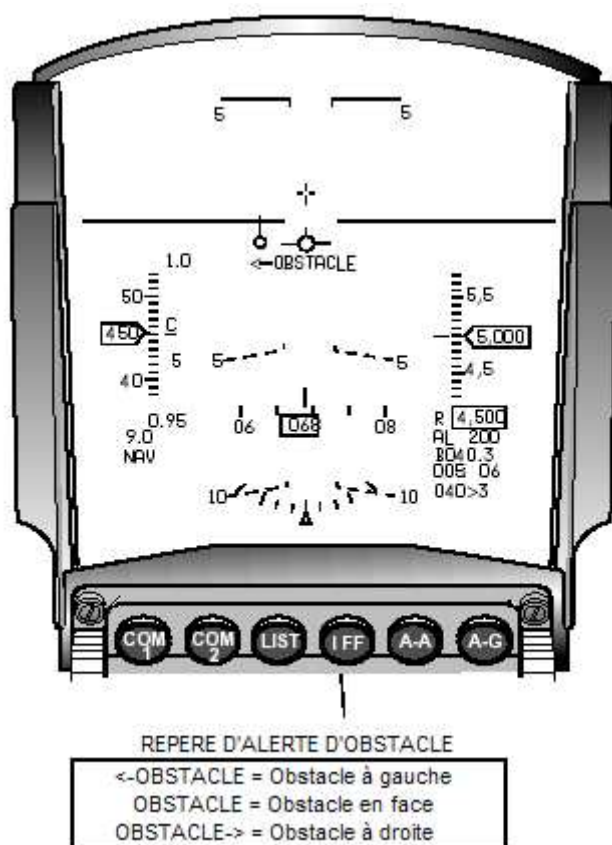

Figure 2-39 Alerte d'obstacle sur le HUD
**Conseils et alertes OW/C :** Quand la trajectoire de l'avion approche d'un obstacle à l'altitude ou en-dessous d'une « hauteur ajustée d'obstacle », un repère d'alerte sera affiché sur le HUD pour indiquer la position relative de l'obstacle (Figure 2-39). Pour des obstacles directement en face de l'avion, le mot « OBSTACLE » sera affiché. « OBSTACLE-> » et « <-OBSTACLE » seront affichés pour représenter des obstacles à droite ou à gauche de la trajectoire, respectivement.